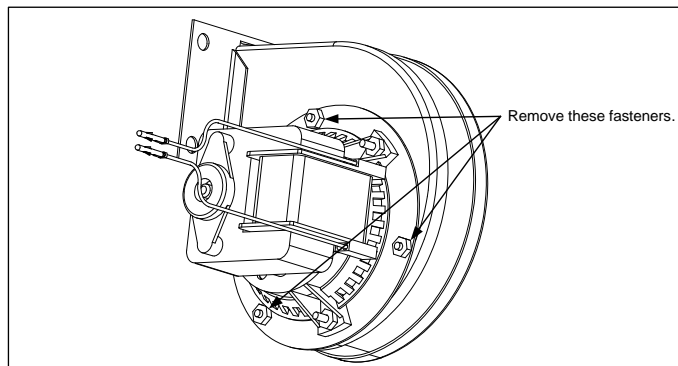

Abbildung 2
2. Die drei Befestigungsteile entfernen, mit denen die Gebläsemotor-Baugruppe am Gebläsegehäuse befestigt ist. Die beiden Bauteile trennen. (Siehe Abbildung 2.)